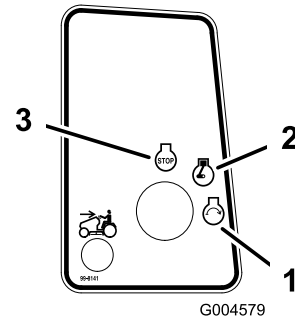

Figura 14
6. Gire la llave de contacto en el sentido de las agujas del reloj y manténgala en posición Arranque (Figura 14). Cuando el motor arranque, suelte la llave.
2. Gire la llave de contacto a Desconectado (Figura 14).